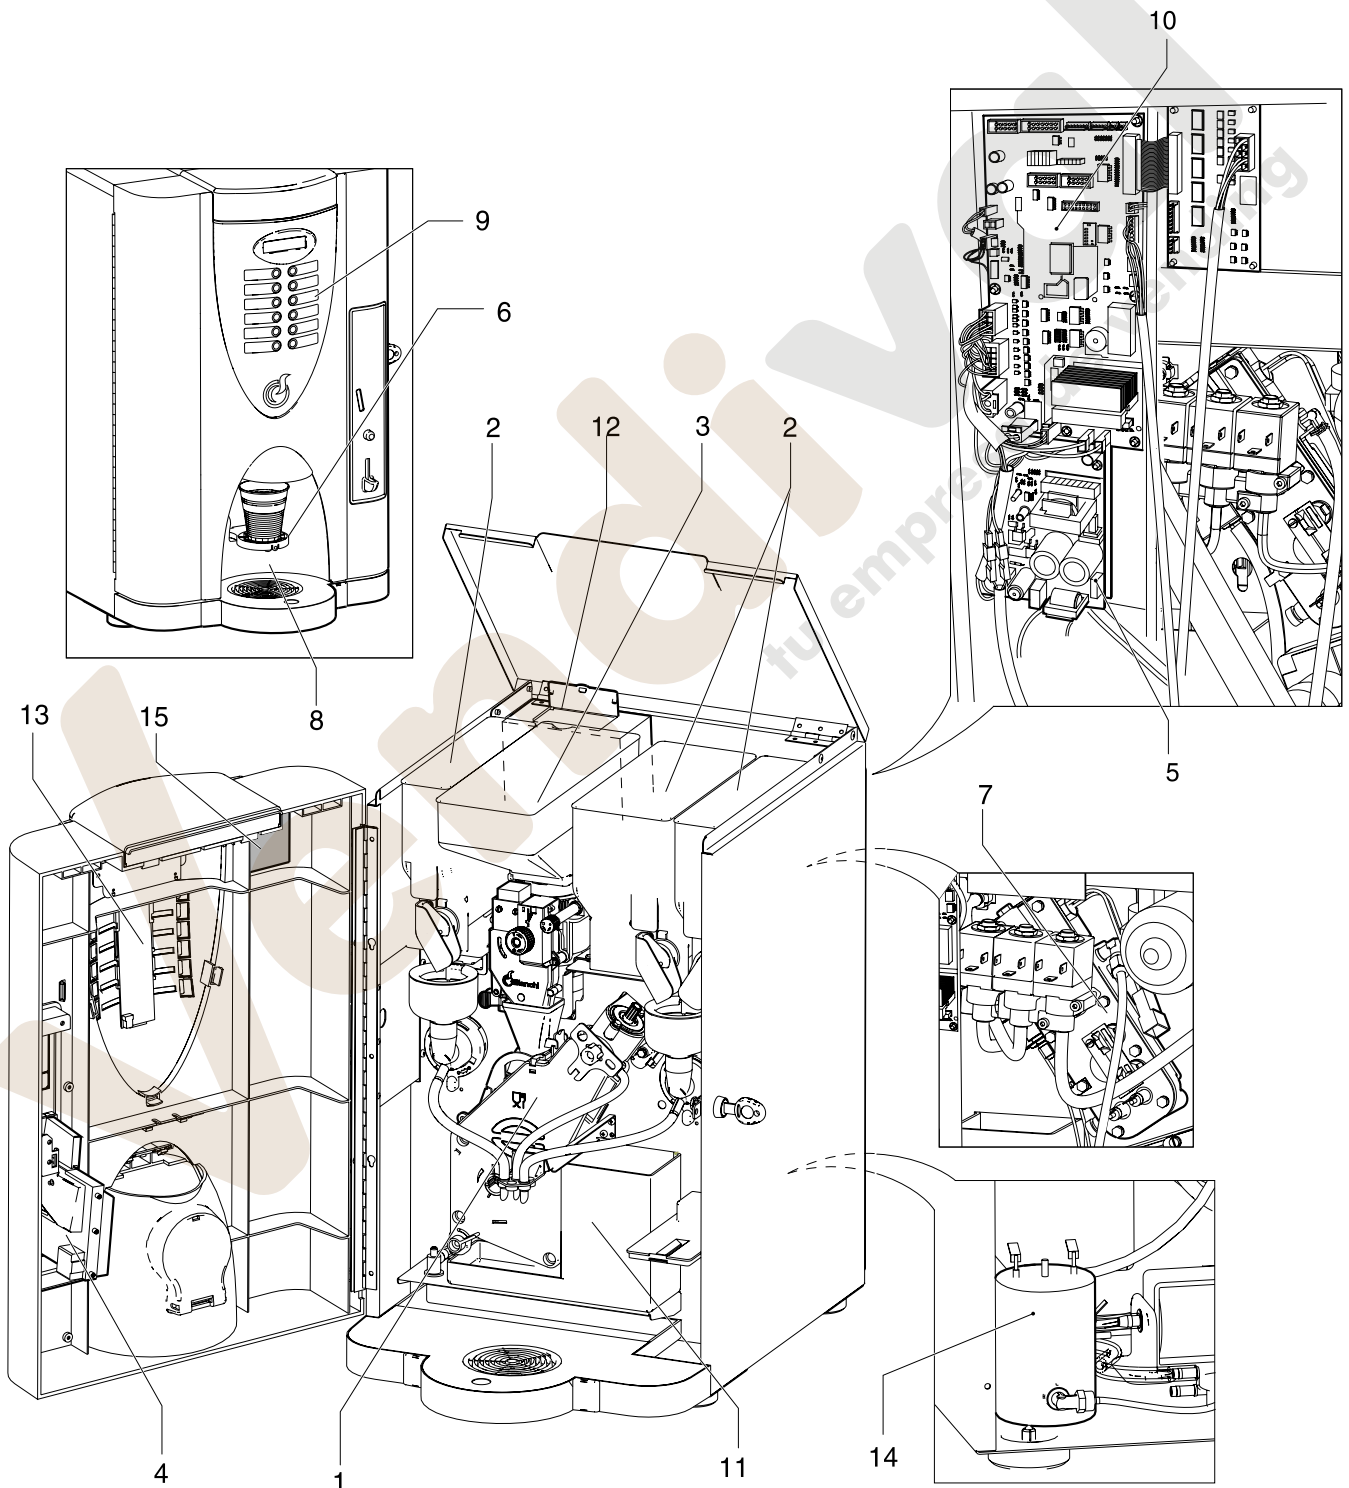

Fig. 3.1
3.1.1 Versión Espresso (Fig.3.1)